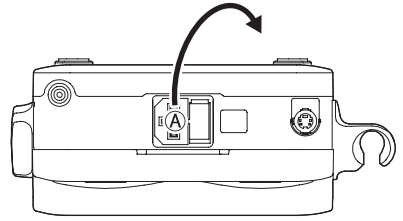

図35
- 2)コントロールユニットを裏返し、**A** (図 35)に指をかけ底蓋を外してください。